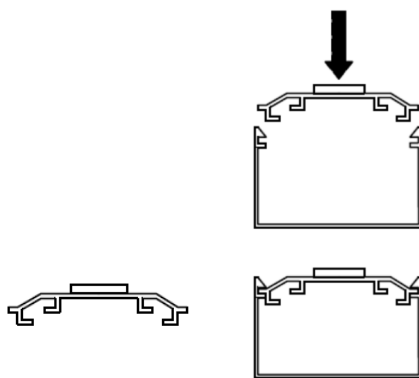
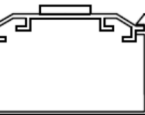

FIGURA 2
FIGURA 3
- Los dos anclajes para sujeción del radiador (figura 2) deben encajarse en el bastidor. El bastidor que alberga los ventiladores posee unas ranuras que permiten acoplar los anclajes en ellos. Posicionar los anclajes encima y presionar hasta que queden encajados como se muestra en la figura 3. Una vez acoplados pueden deslizarse horizontalmente hasta la posición deseada (recomendable en los extremos).